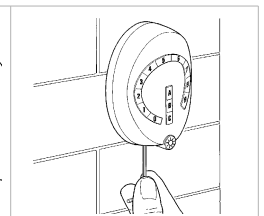

Fig. 5
- Fije el selector al soporte con el tornillo de cierre Fig.5